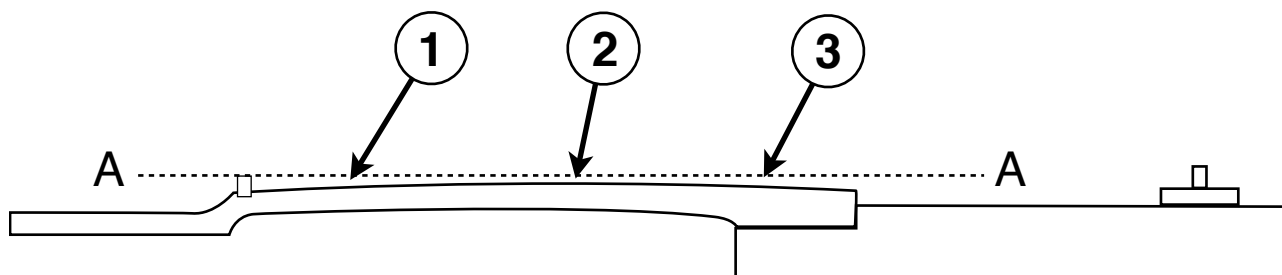
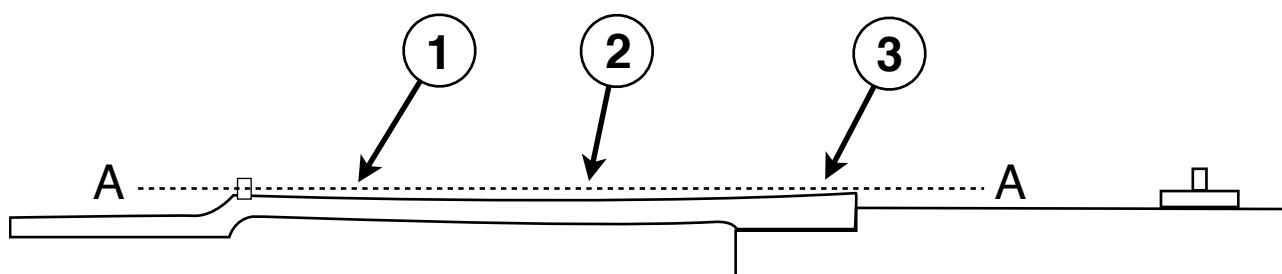

Fig. 14
Fig. 15
En la **Fig. 14** puedes ver que el bajo trastea en los primeros trastes ①, y deja de trastear mas o menos en el medio del mástil ② y no trastea en los últimos trastes ③ la señal que hay que soltar el alma por que el mástil no tiene relieve o lo tiene hacia atrás, puedes verlo con la referencia de la línea recta A-A.
En la **Fig. 15** el instrumento tiene relieve en sentido correcto pero es demasiado grande. El instrumento no trasteará en los primeros trastes ni en el medio pero trasteará en los últimos trastes, es la señal que hay que enderezar el mástil apretando el alma. Deberás tensar la cabeza del alma un 1/4 de vuelta que en un alma común sería en el sentido de las agujas del reloj.
11. Presta mucha atención donde trastea el instrumento. Si lo hace en los primeros trastes (**Fig. 14**) deberás aflojar el alma 1/4 de vuelta. Si lo hace en los últimos trastes (**Fig. 15**) deberás apretar el alma 1/4 de vuelta.